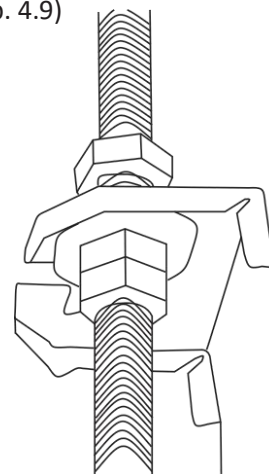

Abb. 4.9
8. Montieren Sie das Innengerät. Sie benötigen zwei Personen, um es anzuheben und zu montieren. Führen Sie die Abhängbolzen durch die Aufhängungsbohrungen im Gerät. Befestigen Sie das Gerät mit den mitgelieferten Unterlegscheiben und Muttern. (Siehe Abb. 4.9)